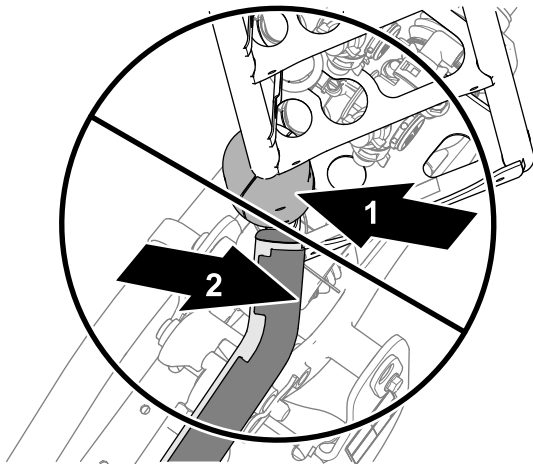
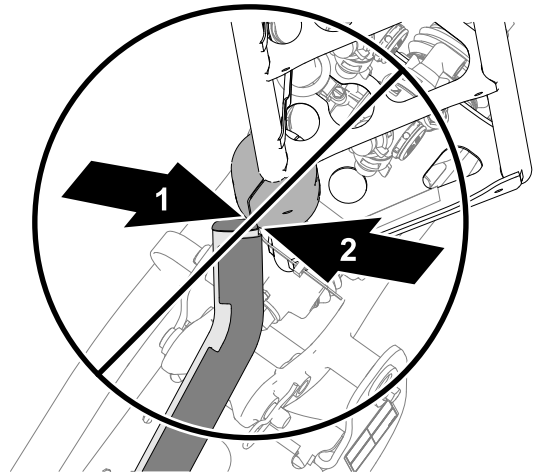
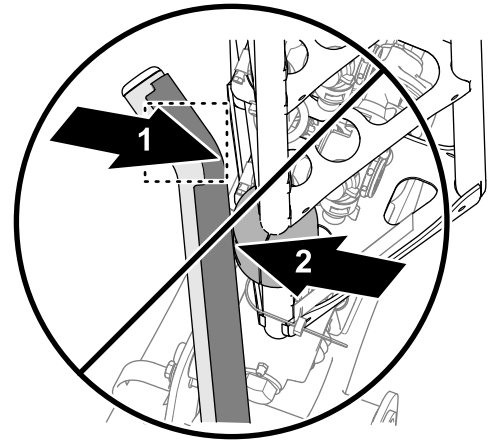

图 6
图 7
图 8
5. 如果任何一个上托架管与滑块错位如图 6、图 7 或图 8 所示请调节托架位置参阅 将托架与外喷洒臂对齐 \(页码 67\)。